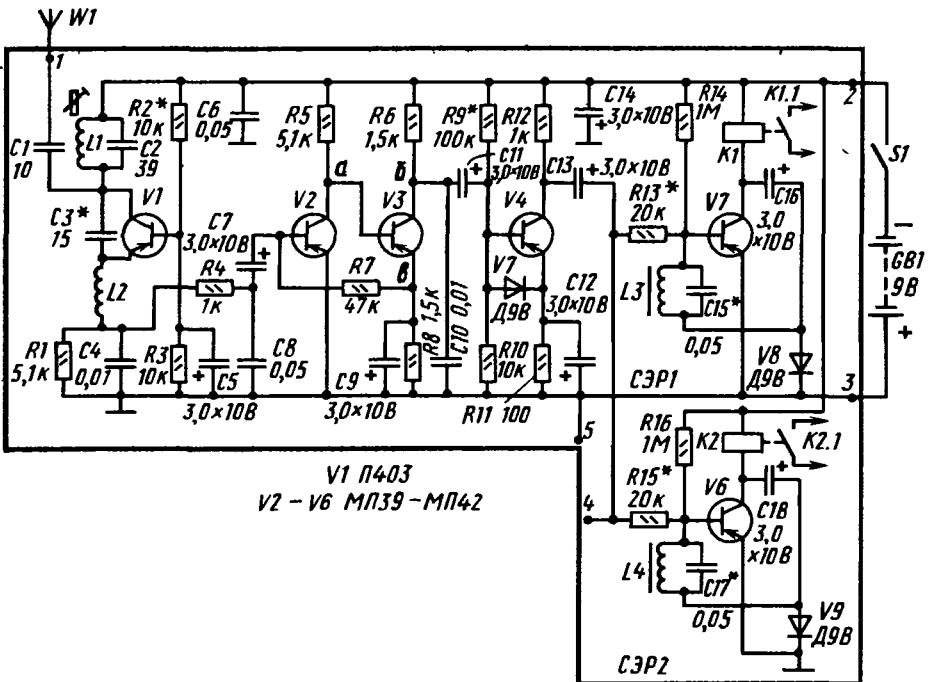

Рис. 361. Принципиальная схема двухкомандного приемника радиоуправляемой модели
**Приемник.** Принципиальная схема приемной аппаратуры, рассчитанной на совместную работу с описаным здесь передатчиком, показана на рис. 361. Приемник, как и передатчик, двухконтрольный. Число исполнительных команд можно увеличить добавлением селективных электронных реле.
Приступая к налаживанию сверхрегенератора, проверь напряжение в точках а, б и в (см. рис. 361). В точке а относительно плюсового проводника напряжение питания должно быть примерно 2, в точке б – 6, в точке в около 2 В. Наи выгоднейший режим работы сверхрегенератора устанавливай подбором резистора R2 делителя напряжения R2, R3. Вместо него можно впаять переменный резистор сопротивлением 47–51 кОм и с его помощью добиваться характеристического для сверхрегенератора «суперного» шума в высокоомных телефонах, подключенных к контактам 4 и 5. Затем отойди от передатчика на расстояние 3–5 м. Попроси товарища подавать непрерывно передатчиком командный сигнал, а ты, изменяя сердечником индуктивность катушки L1 входного контура, настраивай приемник на несущую частоту передатчика. Если только сердечником не удается точно настроить кон-